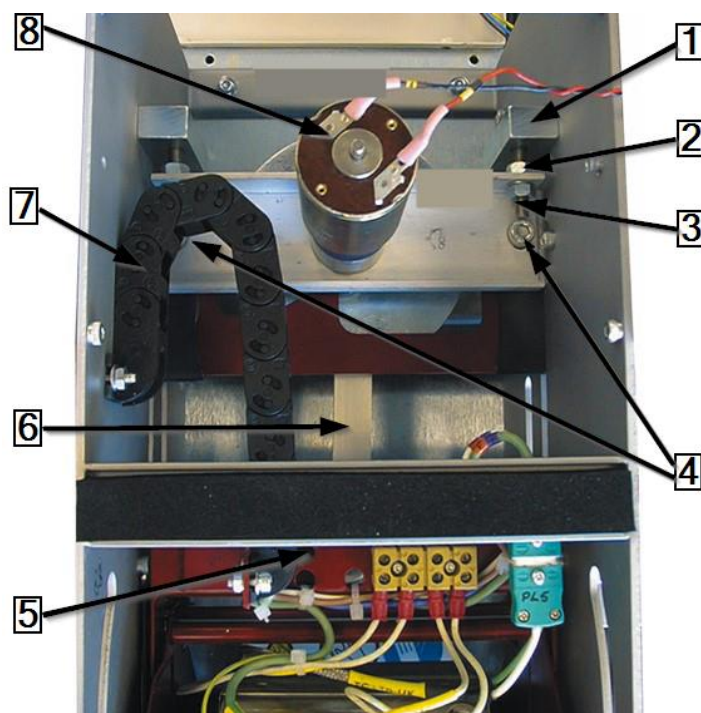

Abb. 77 : Podzespół silnika (widok z przodu)
- ⇒ W odniesieniu do poniższego opisu por. Abb. 77 : Podzespół silnika (widok z przodu), strona 110). Poluzować nakrętki blokujące M6×40 (2) przy śrubach ustalających (3) w blokach łożyskujących silnika i zdjąć te śruby ustalające.
- ⇒ Poluzować 2 śruby mocujące (4), za pomocą których zamontowana jest płyta podstawy zespołu silnika.
- ⇒ Wyjąć tylny czop skrzętu tarczy mechanizmu korbowego silnika (1) (poniżej) z mechanizmu korbowego.